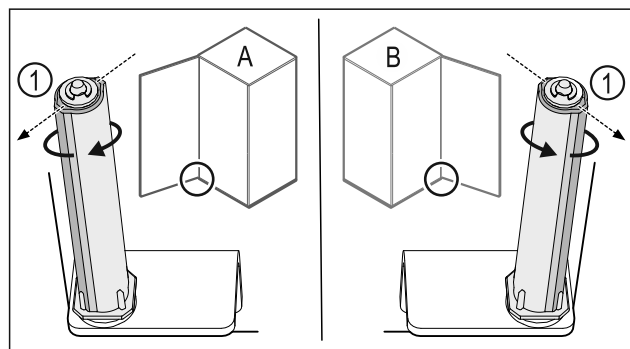

Fig. 42 Lewy ogranicznik (A) / prawy ogranicznik (B)
- Przekręcić system blokujący w kierunku przeciwnym do oporu, aż pręt systemu blokującego Fig. 42 (1) będzie skierowany na zewnątrz.